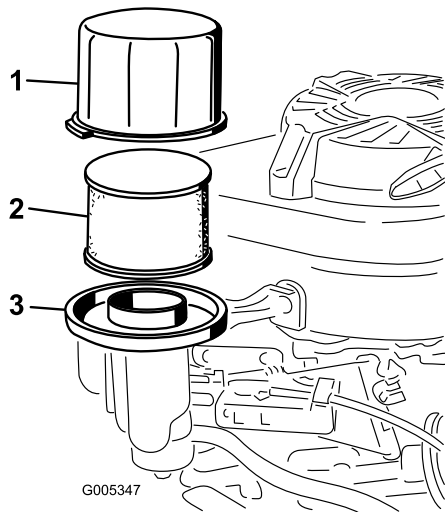

Figura 26
3. Retire la tapa y límpiela a fondo (Figura 26).
4. Retire e inspeccione el filtro de aire de papel (Figura 26), y deséchelo si está excesivamente sucio.
5. Retire el pre-limpiador de gomaespuma y lávelo con un detergente suave y agua, luego séquelo apretando suavemente con un paño (Figura 26).